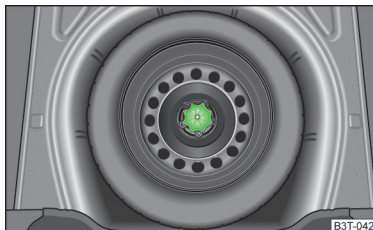

Fig. 139
Roata de rezervă resp. de urgență este situată într-un locaș aflat sub podeaua portbagajului și este fixată cu o piuliță specială » fig. 139.
- Deșurubați piulița » fig. 139 rotind în sens antiorar.
- Înșurubați piulița » fig. 139, rotind în sens orar, până când roata este bine fixată.